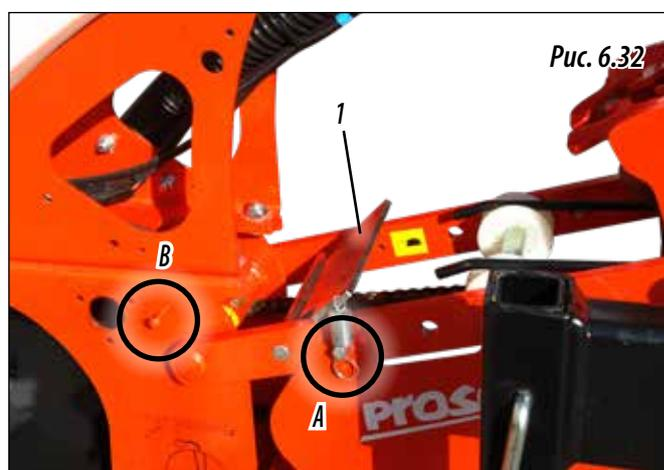

Рис. 6.32
- 1- Поднять сеялку. Зацепить ПРУЖИНУ за упор (A).
- 3- Опустить сеялку на землю, чтобы ВКЛЮЧИТЬ высеваящую секцию (рис. 6.32).